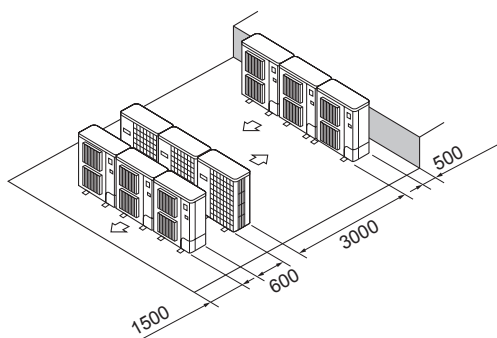

Fig. 2-17
- ⑥ Opstelling met meerdere parallelle apparaten (Fig. 2-17)